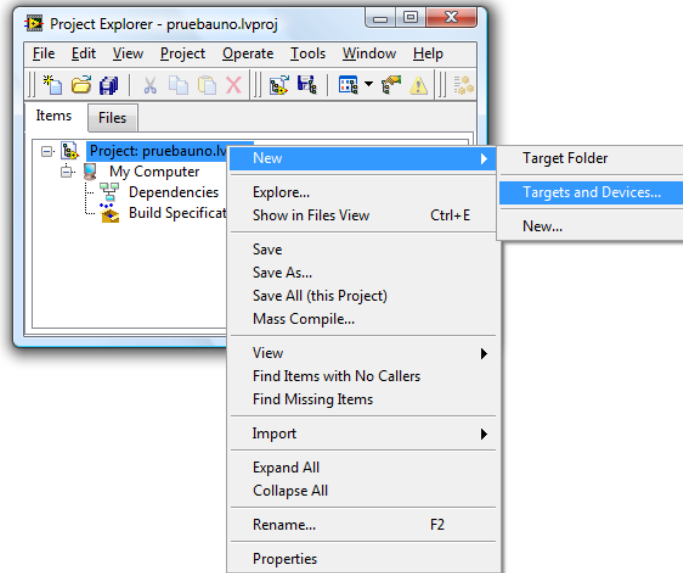

Ilustración 12. Pruebauno.lvproj
PASO 4.- En éste caso el nombre del proyecto es PRUEBAUNO. Ahora en la ventana Project Explorer dar clic derecho sobre *Project: pruebauno.lvproj*, selecciona *NEW* y después *TARGETS AND DEVICES*. Como se observa en la ilustración 12.